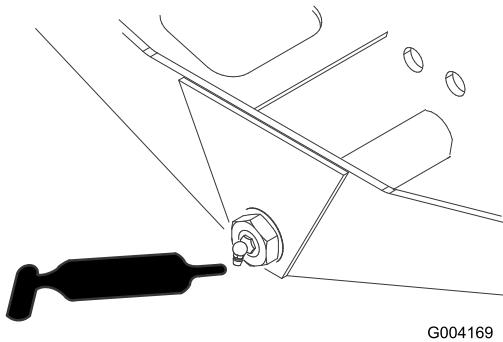

Bild 47
- Achsenlenkungsgelenk (1) (Bild 47)